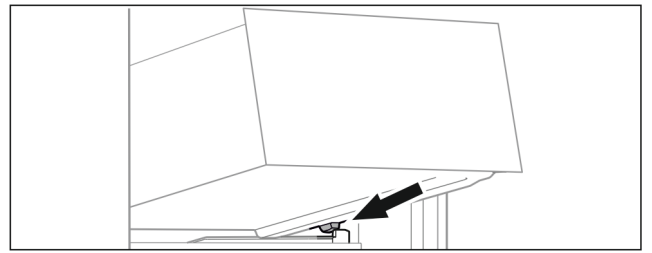

Fig. 121
- ▶ 将抽屉斜放在容器肋梁上的止动器后面。(参见 Fig. 121)